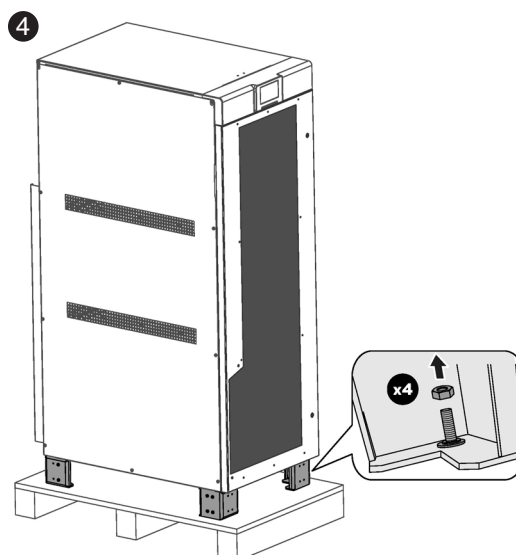

Fig. 30. Libération de l'équipement de la palette
- ❹ Dévissez les 4 vis situées à l'intérieur de chacun des 4 pieds. L'équipement sera libéré de sa palette et prêt pour le transfert (Fig. 30).